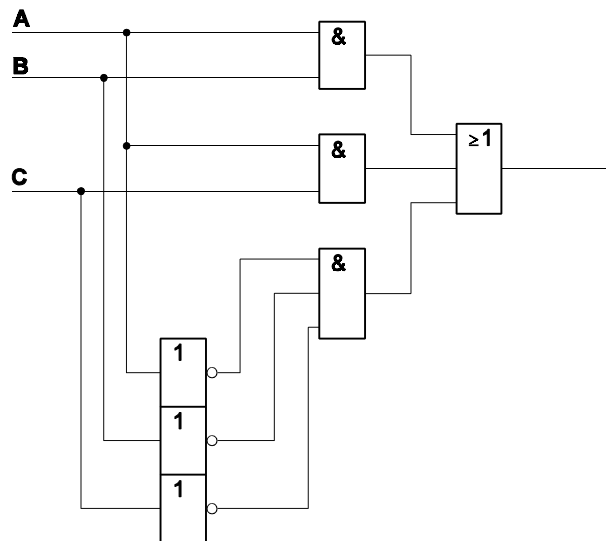

Abb. 2
2. Sie sind Angestellter der Theft & Capture GmbH, die vom Kopieren von Schaltungsentwürfen lebt. Ihr Chef weist Sie an, die Schaltung von Abbildung 2 nachzuahmen. Damit man die